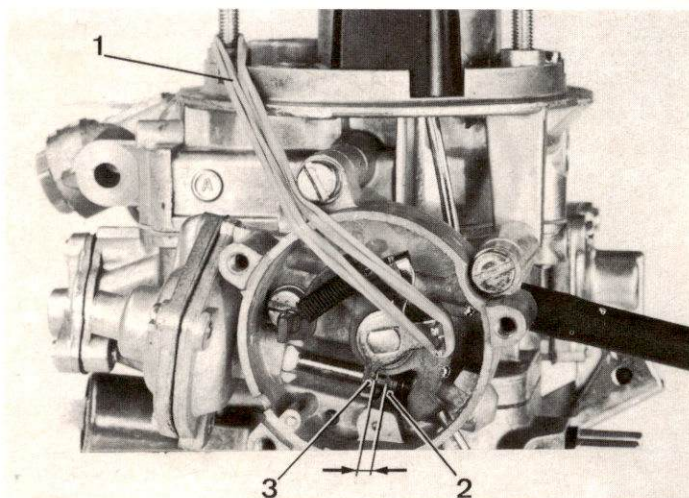

Abb. 38
3) Spieleinstellung zwischen Pulldown-Stange und Starterhebel (Abb. 38)